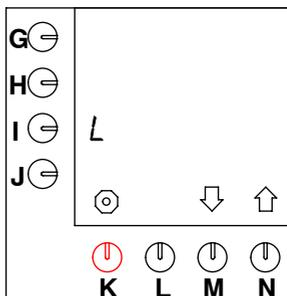

Fig. 32 I litri (L) sono l'unità standard
- Questa è l'impostazione standard (vedere fig. 32 ).